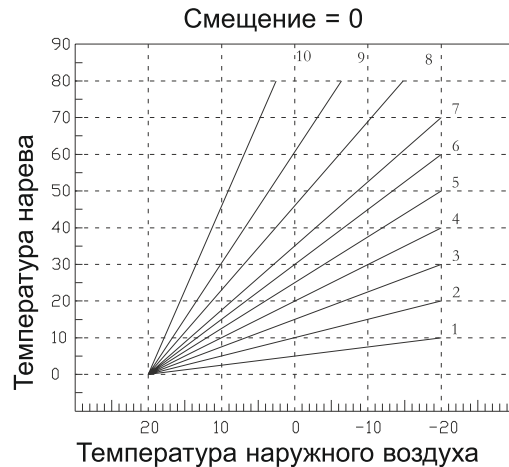

Рис. 3
**Функция «погодозависимая автоматика».** Котел имеет функцию управления «плавающей температурой» - т.е. котлы могут поддерживать температуру подачи теплоносителя в контур системы отопления на оптимальном значении, рассчитывая ее на основании значения температуры наружного воздуха. Эта функция может быть активирована подключением к котлу специального датчика уличной температуры (поставляется как дополнительная опция). Это дает возможность обеспечить максимум комфорта в течение всего года и при этом избежать неоправданного расходования электроэнергии. Автоматическую корреляцию между двумя температурами, температурой подачи и температурой наружного воздуха, электронный блок управления котла ведет по так называемой «кривой компенсации». Принцип «погодозависимой автоматики» реализован следующим образом: при повышении температуры наружного воздуха температура в подающем контуре системы отопления уменьшается, следуя определенной кривой погодозависимого регулирования. Вы можете выбрать из доступных компенсационных кривых ту кривую, которая максимально будет соответствовать характеристикам обогреваемого здания и используемым нагревательным приборам. Основное назначение данной энергосберегающей функции - добиться максимального комфорта с минимальными затратами электроэнергии. Войдите в меню в параметр P07 и выберите соответствующую кривую с помощью регулятора температуры отопления. При установке кривой на дисплее отображается C (C -- ,C01 - C10). (C --) - означает, что функция компенсации температуры отключена. Котел будет работать автоматически в зависимости от установленной пользователем температуры. C01 - C10 - означает регулирование необходимой температуры отопительной воды с помощью соответствующей кривой от 1 до 10. Компенсационная кривая изображена на рис. 3.